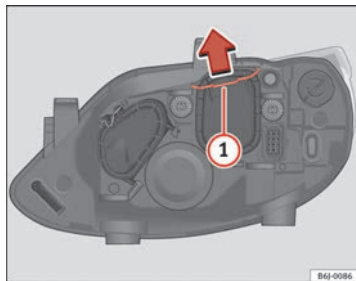

Fig. 152 Feux de croisement
- Déplacez le tirant ⇒ fig. 152 ① dans le sens de la flèche puis retirez le cache.